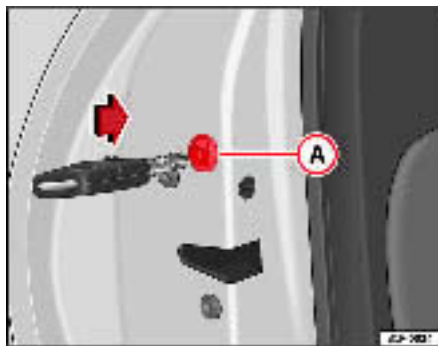

Fig. 59 Fermeture d'urgence des portes
Ouvrez la porte et retirez le cache (A) ⇒ fig. 59 avec un cadenas dessiné dessus. Vous verrez apparaître une pièce circulaire et pivotante avec une rainure au centre. Introduisez la clé dans la rainure et tournez la pièce dans le sens horaire pour les portes de droite et dans le sens anti-horaire pour les portes de gauche.